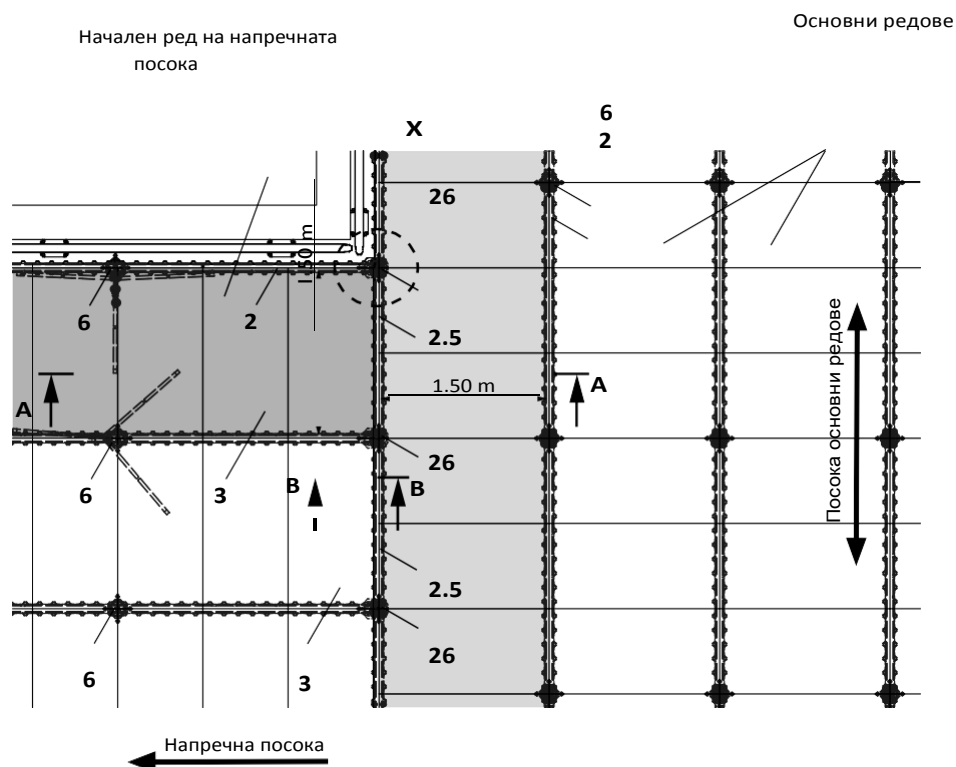

Fig. A10.02
(Fig. A10.02)
(Fig. A10.02 + A10.02a)
3. Продължете сглобяването на редовете в напречна посока с подпори, опорни глави SSK (6) и трегери SLT: виж Секция A4 Кофриране. (Fig. A10.02 + A10.03)
4. Монтирайте панелите SDP 150 x 75 (3) в напречна посока. (Fig. A10.02)